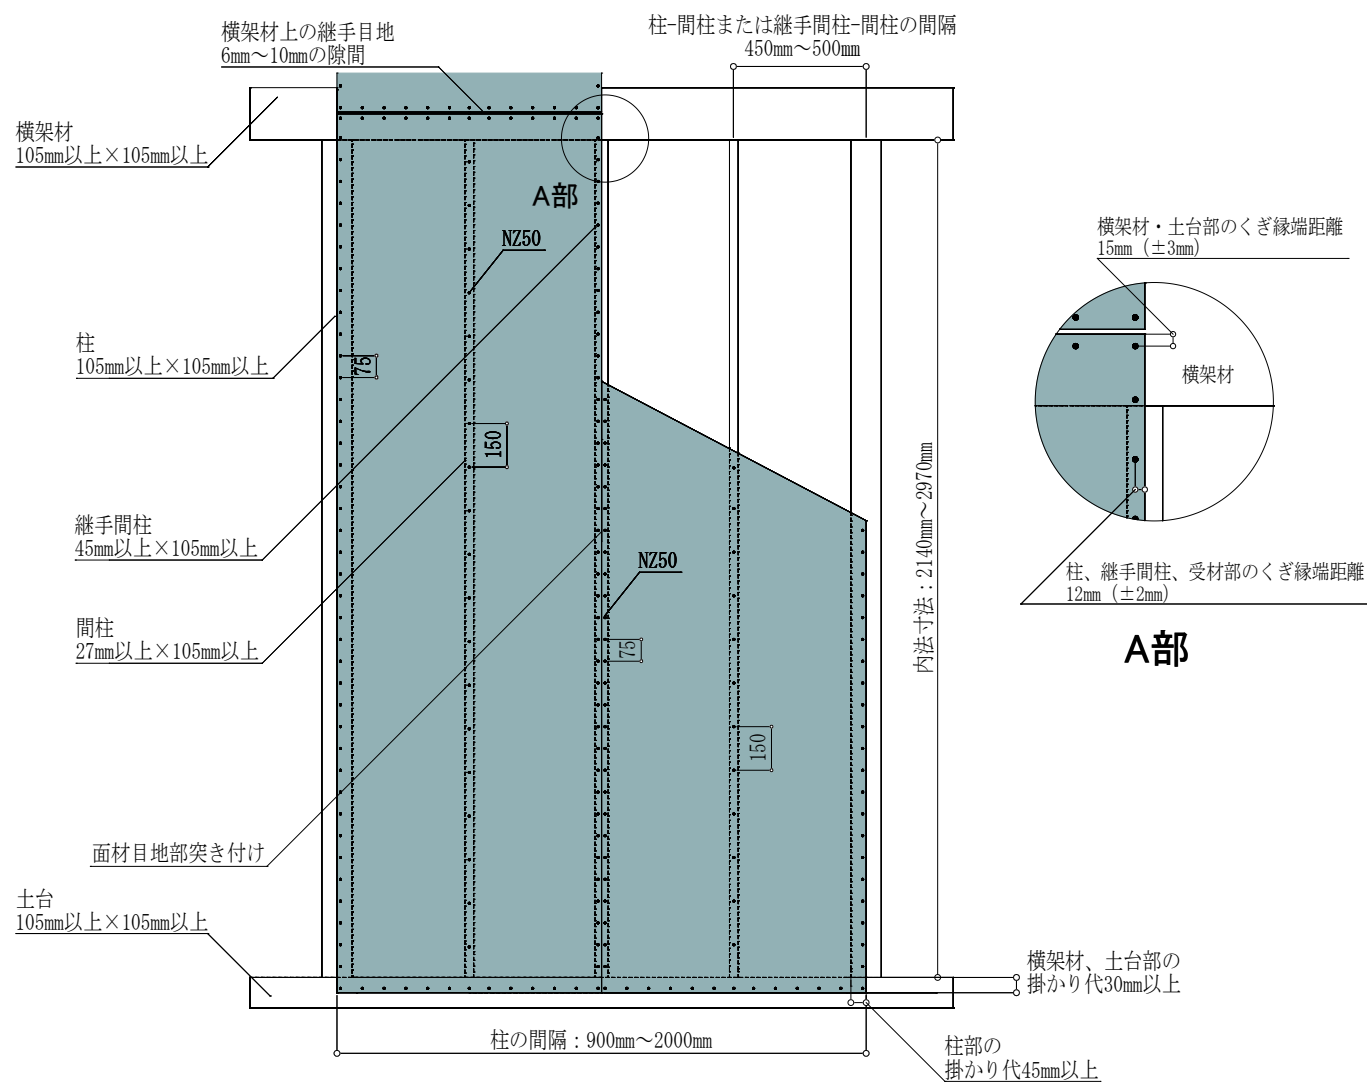

図6 標準仕様 (FRM-0678 : 2.7 倍) 施工概略図 (2P の場合)
施工においては、図 6 および注意事項に記載の内容を遵守してください。
- ・タイガーEX ハイパーは、原則 1 枚張りとし、縦継ぎ張りについては、P30「⑨縦継ぎ張りについて」をご確認ください。
- ・図 6 は 2P の施工例となっておりますが、1P の場合も耐力壁とできます。